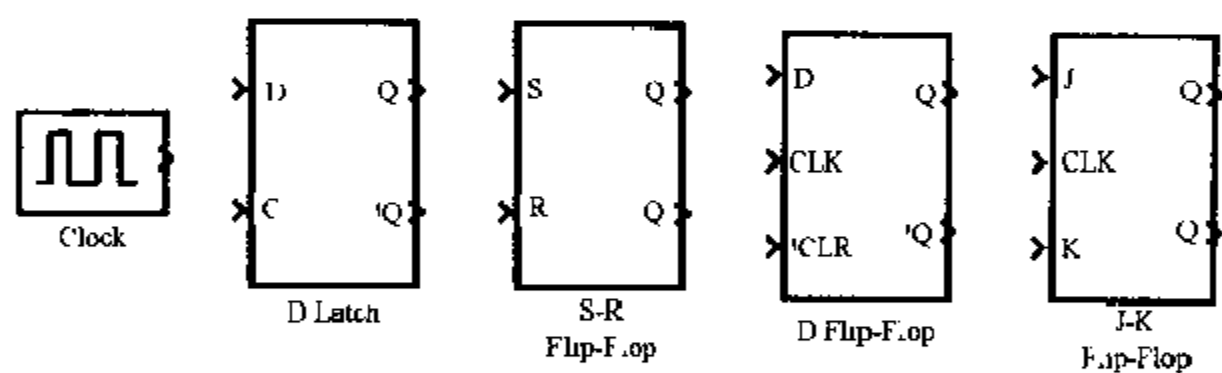

图 6.56 触发器库中的模块
4) 触发器库包含的模块如图 6.56 所示。有: 时钟模块, D 锁存器模块, S R 触发器模块, D 触发器模块, J-K 触发器模块(负沿触发)。